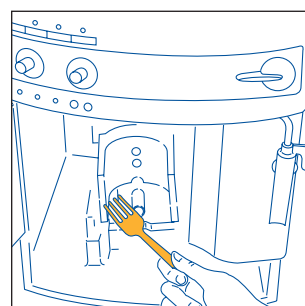

Fig.30
- limpie muy bien el interior de la máquina. Para quitar el café incrustado en la paredes interiores, rasque con un tenedor de madera o de plástico (fig. 30) **y después aspire los restos con una aspiradora** (fig. 31);